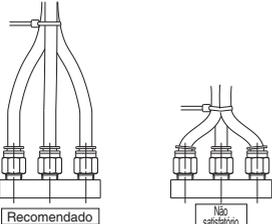

Fig. 2 Quando utilizar uma fita unificadora para unir os tubos
- Quando instalar a tubulação na conexão instantânea, certifique-se de que haja folga suficiente no comprimento do tubo, conforme as condições recomendadas para tubulação mostradas na Figura 1. Além disso, quando unir tubos com uma fita unificadora, etc., certifique-se de realizar a tubulação sem receber força externa (veja a Fig. 2).